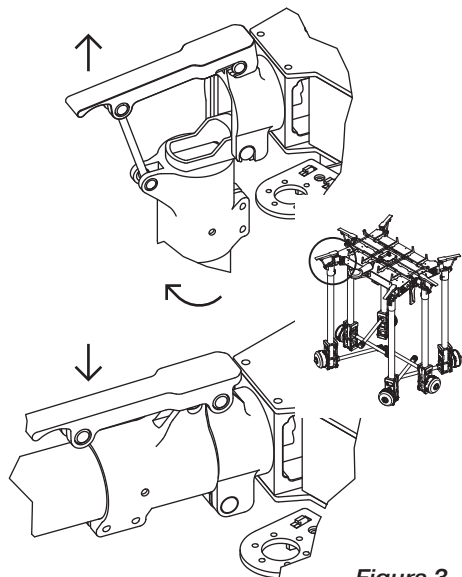

Figura 3
- Presione el soporte plegable ubicado en la unión de cada brazo con el cuerpo de la aeronave. (Figura 3)